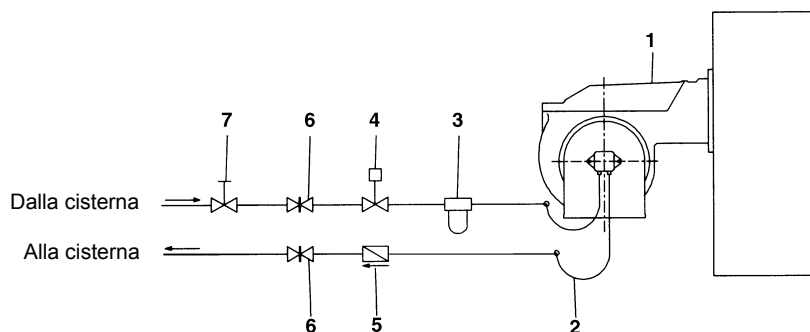

Fig. 5 - Sistema bitubo
**NOTA:** negli impianti a gravità e ad anello, inserire un dispositivo di intercettazione automatica (vedere n. 4 - Fig. 5).